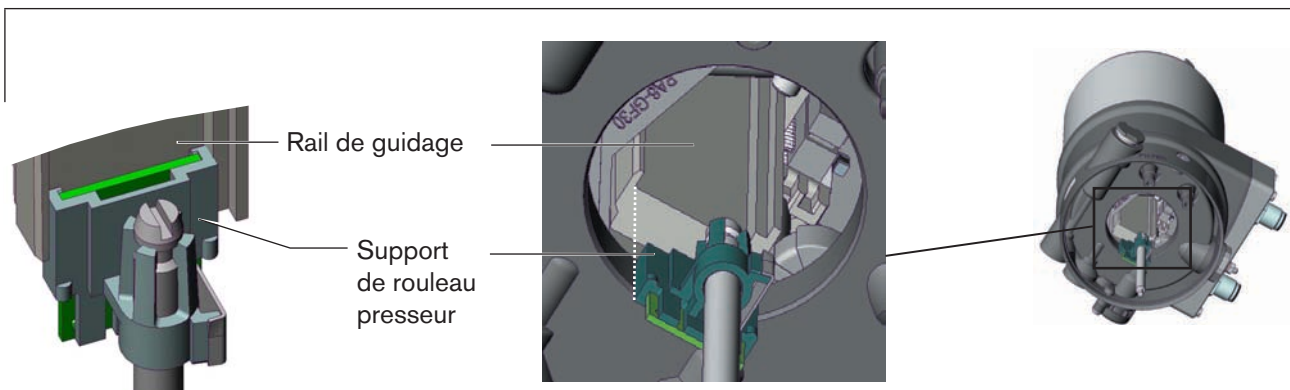

Figure 17 : Disposition du support de rouleau presseur
1. qu'il entre dans le rail de guidage du positionneur (voir « Figure 17 ») et